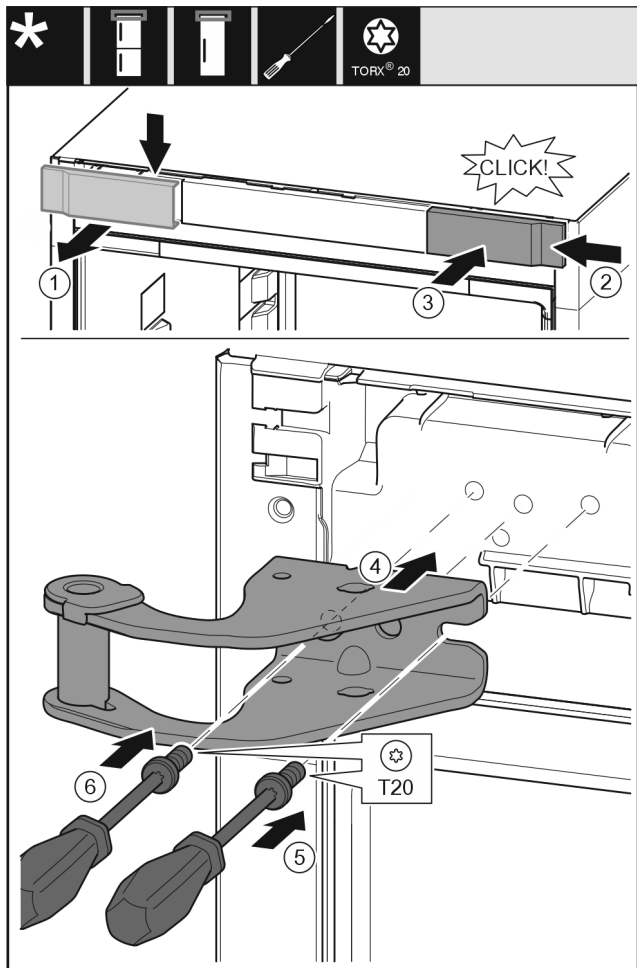

Fig. 13
- ▶ Rimuovere la copertura dall'alto in avanti. Fig. 13 (1)
- ▶ Ruotare la copertura di 180° e agganciarla sull'altro lato da destra. Fig. 13 (2)
- ▶ Innestare la copertura. Fig. 13 (3)
- ▶ Applicare il blocco di supporto superiore. Fig. 13 (4)
- ▶ Applicare la vite con il cacciavite T20 e serrare. Fig. 13 (5)
- ▶ Applicare la vite con il cacciavite T20 e serrare. Fig. 13 (6)